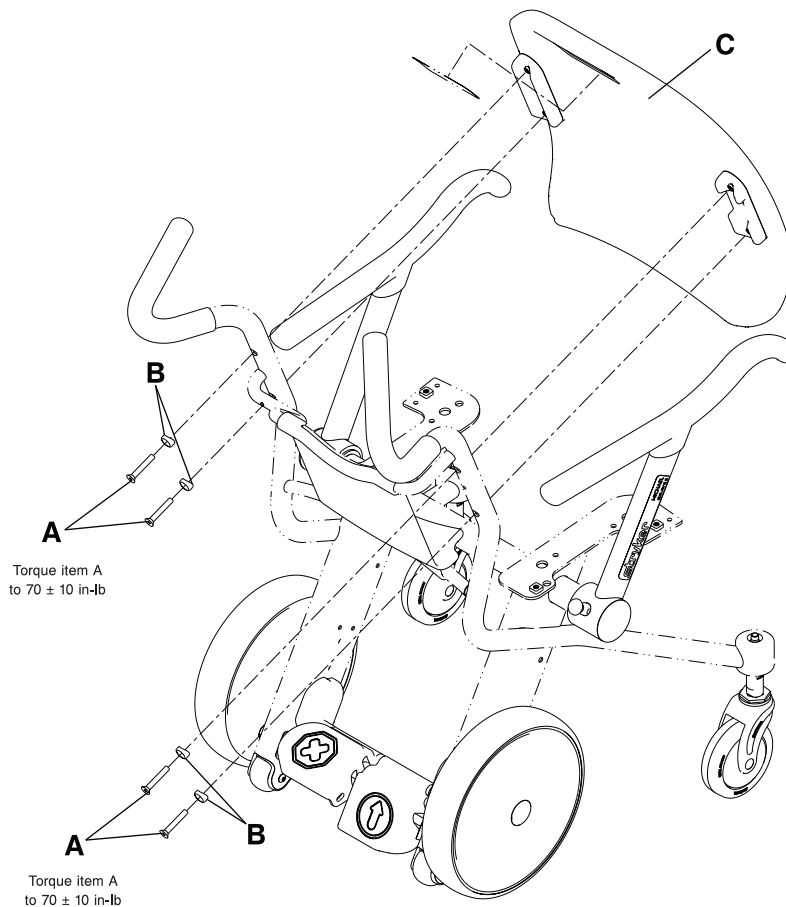

Figura 4-20: Retirada del respaldo del asiento
2. Con una llave hexagonal de 3/16 in, retire los cuatro tornillos de cabeza plana (A) y los adaptadores (B) con el fin de retirar el respaldo del asiento (C) de la estructura de la silla. Guarde los tornillos, los adaptadores y el respaldo del asiento (Figura 4-20 de la página 4-37).
3. Cuando vuelva a instalar el respaldo del asiento, utilice una llave hexagonal de 3/16 in para reinstalar los cuatro tornillos de cabeza plana (A) y los adaptadores (B) (retirados en el paso 2) con el fin de fijar el respaldo del asiento (C) a la estructura de la silla (Figura 4-20 de la página 4-37). Con una llave dinamométrica de 3/8 in, apriete los tornillos a  $70 \pm 10$  in-lb ( $8 \pm 1,1$  Nm).